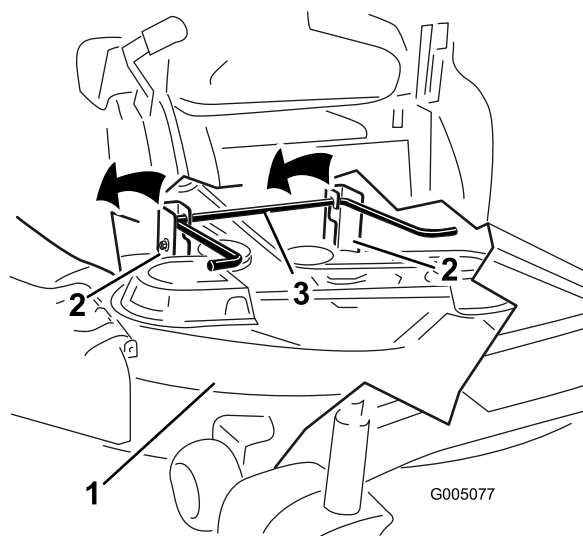

Figura 60
- Eleve la carcasa de corte y separe ésta y las pletinas de suspensión de la varilla de elevación trasera; luego baje el cortacésped con cuidado al suelo (Figura 60).
5. Eleve la parte trasera de la carcasa de corte y coloque las pletinas de suspensión sobre la varilla de elevación trasera (Figura 60).